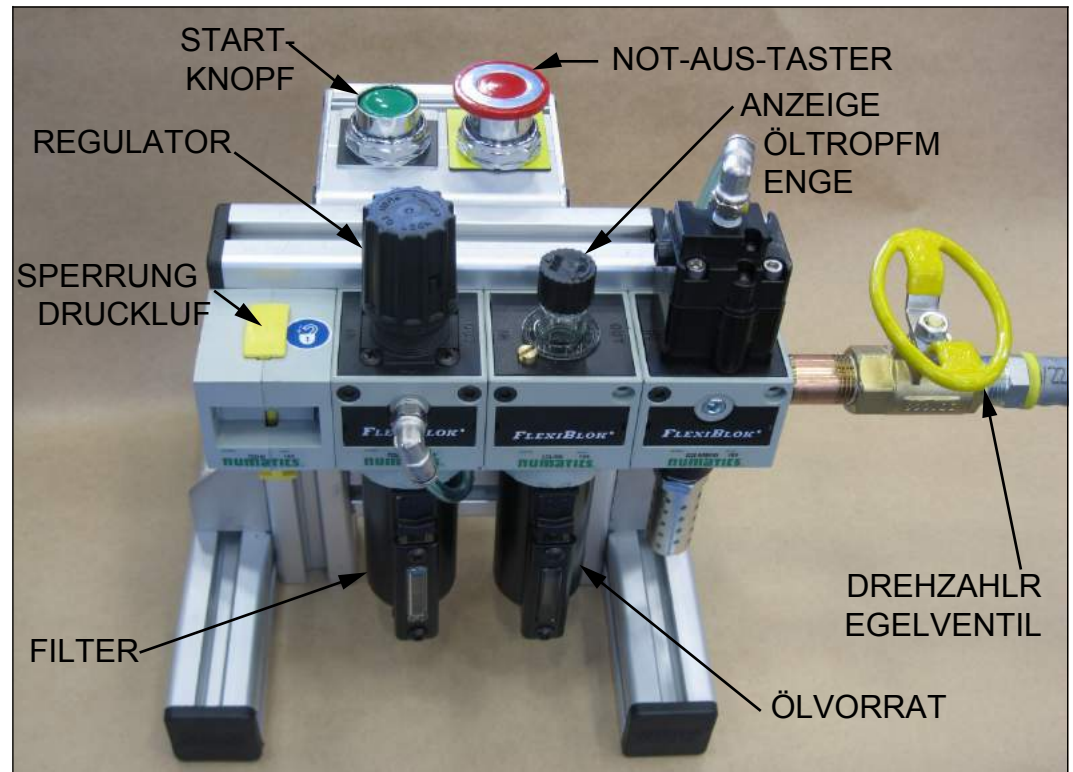

ABBILDUNG 4-4. KOMPONENTEN DER PNEUMATIKANLAGE
10. Öffnen Sie das Sperr- und Auslaufventil an der Pneumatikanlage (Abbildung 4-4).
11. Ziehen Sie den Not-Aus-Schalter an der Pneumatikanlage hoch (Abbildung 4-4).
1. Die START-Taste der Pneumatikanlage drücken (Abb. 4-4).
2. Stellen Sie den Vorschub auf null (Abbildung 4-4).
3. Öffnen Sie den Kugelhahn der Pneumatikanlage langsam, bis die Drehzahl die gewünschte Rate erreicht (Abbildung 4-4).
5. Drehen Sie die Vorschubschraube langsam, um den Vorschub zu erhöhen, bis der erforderliche Vorschub erreicht ist. (Abbildung 4-4).
7. Justieren Sie bei Bedarf die Tropfrate. (Abbildung 4-4).
3. Drücken Sie auf das Absperr-/Kennzeichnungsventil, um es zu schließen (Abbildung 4-4). Dies setzt den verbleibenden Luftdruck im PCU-Kreis frei.